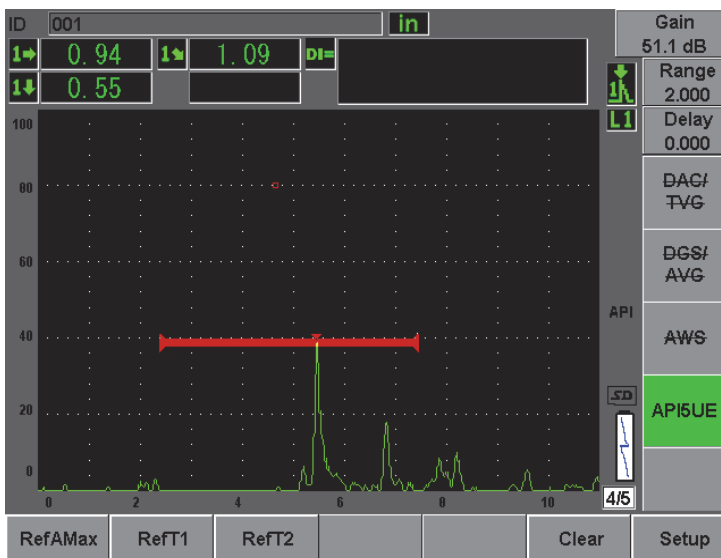

Figura 12-27 Armazenando o ponto T_2
9. Pressione **[P3] RefT2** para coletar a queda de 6 dB do pico de fuga e atribuir este valor como T_2 (veja Figura 12-27 na página 269).